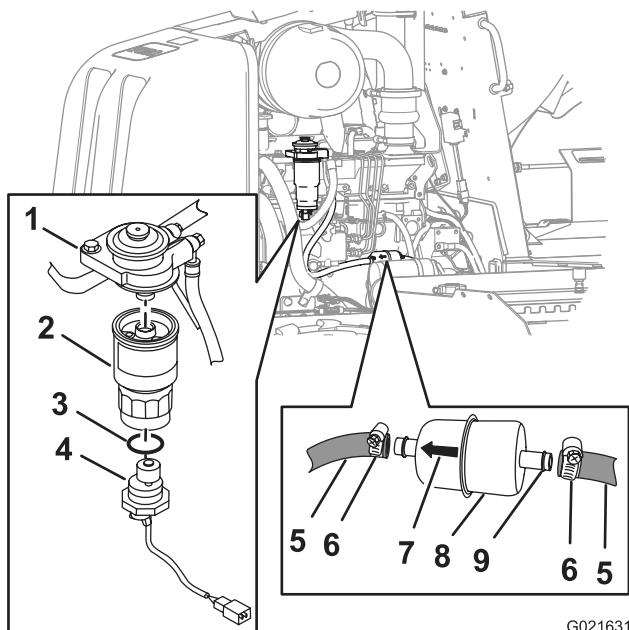

Bild 130
4. Lösen Sie die Schlauchklemmen und trennen Sie den Hauptkraftstofffilter von den Kraftstoffschläuchen (Bild 130).
5. Richten Sie den neuen Hauptkraftstofffilter auf die Schläuche aus. Der Pfeil auf dem Filter muss nach vorne zeigen (Bild 130).
6. Schieben Sie die Schläuche auf das Schlauchanschlussstück des Hauptkraftstofffilters und ziehen die Schlauchklemmen an (Bild 130).
- C. Fassen Sie den sekundären Kraftstofffiltereinsatz, drehen Sie den Wassersensor nach links und nehmen Sie den Wassersensor ab (Bild 130).
- D. Fassen Sie den sekundären Kraftstofffiltereinsatz, drehen Sie ihn nach links und nehmen Sie den Filter vom Filteradapter ab (Bild 130).
- B. Richten Sie den sekundären Filtereinsatz auf den Filteradapter aus (Bild 130).
- D. Schieben Sie den neuen O-Ring auf den Wassersensor (Bild 130).
- E. Richten Sie den Wassersensor auf die Unterkante des sekundären Kraftstofffilters aus (Bild 130).
- F. Fassen Sie den sekundären Filtereinsatz und drehen Sie den Wassersensor nach rechts, bis er handfest angezogen ist (Bild 130).